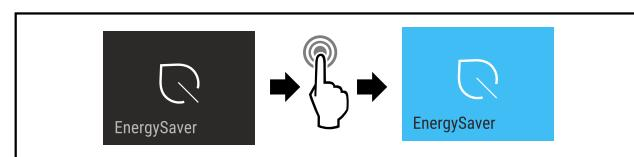

Fig. 16
- Efectuați pași de acțiune (vezi Fig. 16).